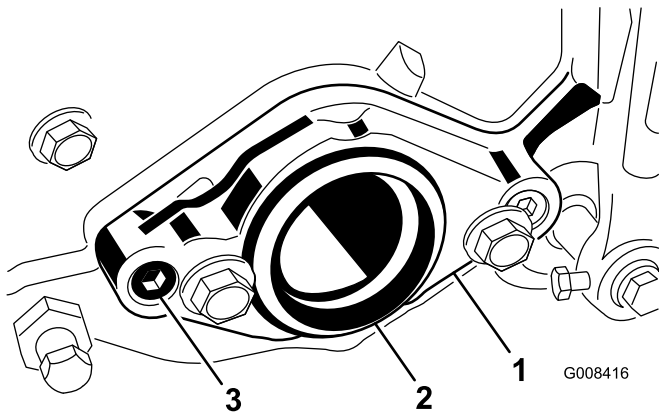

Figura 8
2. En el extremo derecho de la unidad de corte, retire el tapón de plástico del alojamiento del cojinete (Figura 8).
3. Retire los 2 tornillos allen que fijan el soporte del motor al extremo derecho de la unidad de corte. Retire el soporte del motor (Figura 8).
6. Instale el soporte del motor en el extremo izquierdo de la unidad de corte con los 2 tornillos allen retirados anteriormente en Figura 8. Apriete los tornillos a 16–20 Nm.